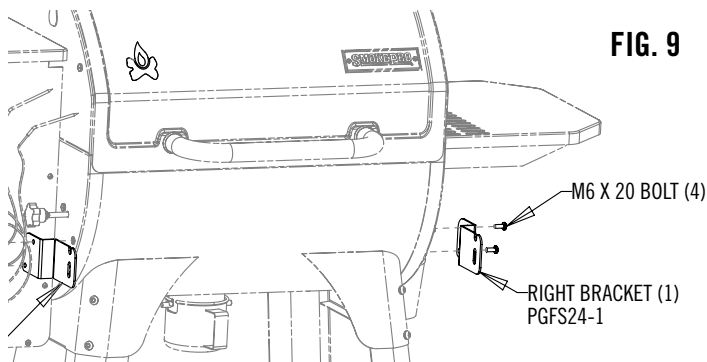

FIG. 9
3. Installez les supports comme indiqué ci-dessous Fig 9.